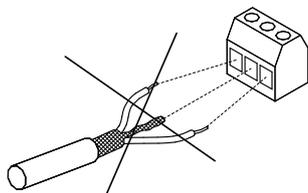

Fig. 38 No retuerza los extremos de la pantalla
- Hay que evitar terminar la pantalla retorciendo los extremos. Véase la fig. 38. Utilice abrazaderas para cables o entradas para cable roscadas según EMC en su lugar.